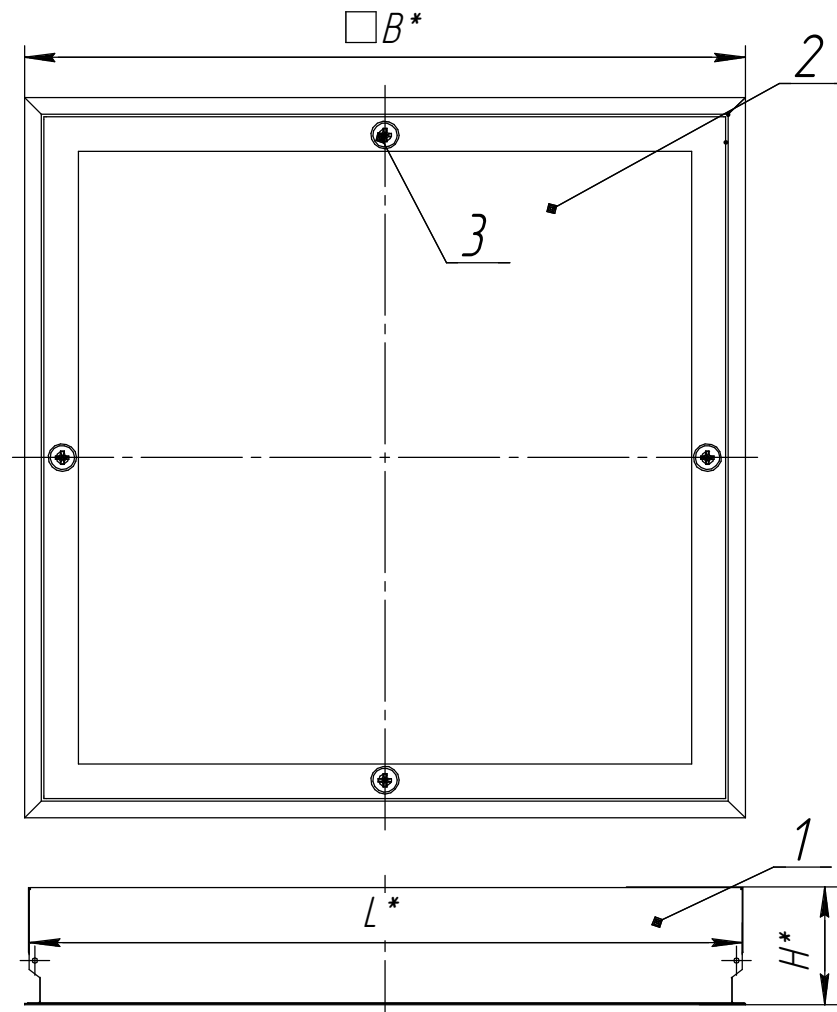

Рисунок 1: 1. Корпус в сборе,
4.1 Светильник состоит: из корпуса в сборе поз.1, в котором размещена электрическая схема; обечайка в сборе поз.2 которая закреплена на корпусе в сборе при помощи винтов поз.3 рисунок 1.
6.2. Снимите обечайку в сборе поз.2 рисунок 1 предварительно открутив 4 винта поз.3.
6.9. Установите обечайку в сборе поз.2 рисунок 1 на корпус в сборе поз.1, предварительно закрутив 4 винта при помощи отвертки поз.3.